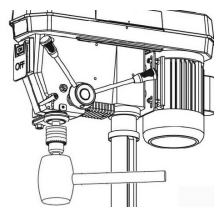

Fig. 9
- a. Insérez fermement le mandrin à l'aide d'un maillet en bois pour le fixer en place. Si vous utilisez un maillet en métal ou un marteau, maintenez un morceau de bois contre le mandrin et frappez-le à la place (fig. 9).